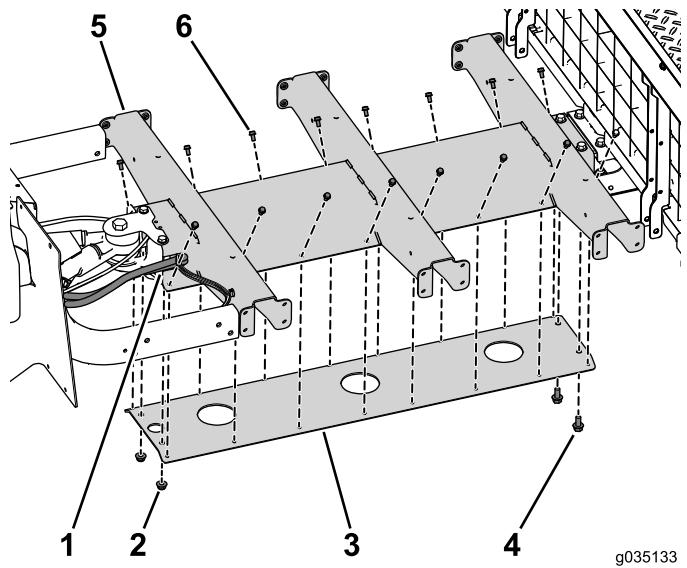

图79
- 松松地安装 2 个螺栓  $3/8 \times 3/4$  英寸、16 个螺栓  $1/4 \times 1/2$  英寸和 2 个凸缘螺母  $3/8$  英寸将底部面板固定到中央通道上 图79。